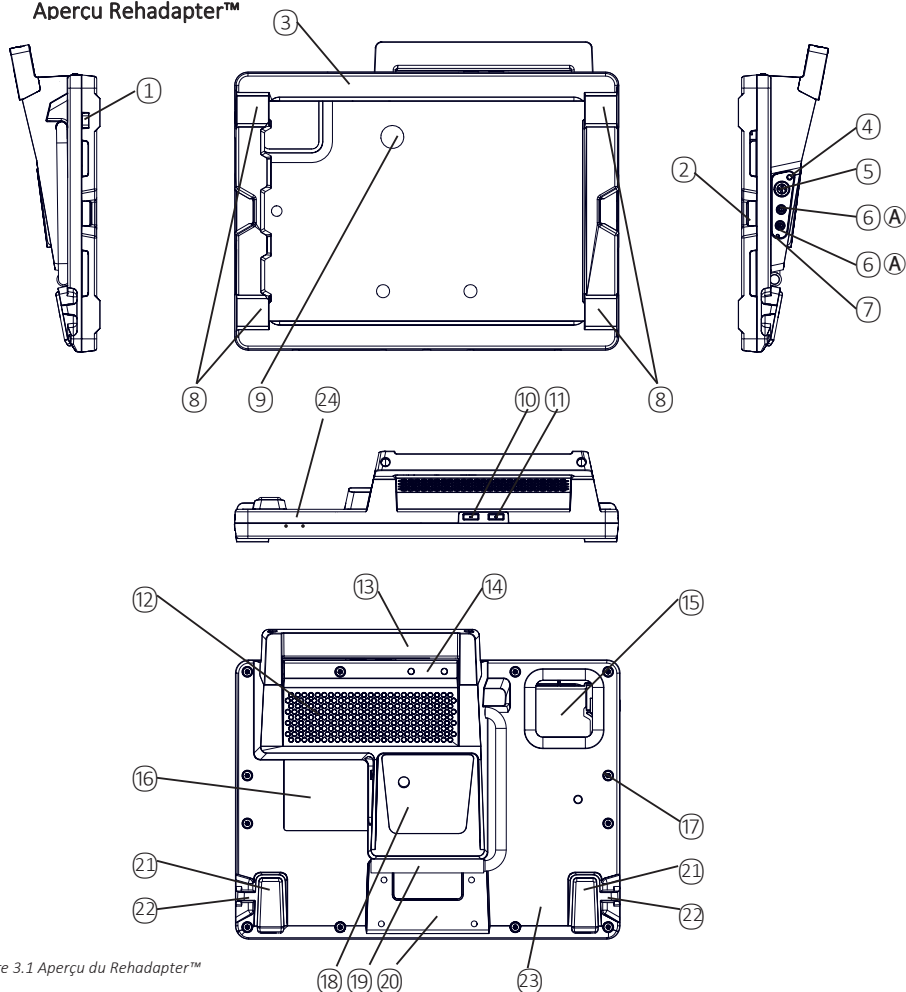

Figure 3.1 Aperçu du Rehadapter™
Pour allumer le Rehadapter™, maintenez enfoncé le bouton d'augmentation du volume ⑪ pendant 3 secondes. (*Fig. 3.1 Aperçu Rehadapter™*).
Pour régler le volume, appuyez sur le bouton de volume respectif (11)/(12) sur la face supérieure du Rehadapter™. (Fig. 3.1 *Aperçu Rehadapter™*).
N'utilisez que l'adaptateur secteur et le câble de charge inclus. Le port de charge magnétique (5) est sur la face arrière du Rehadapter™ (Fig. 3.1 *Aperçu Rehadapter™*).
1. Connectez le câble de charge au port de charge magnétique (5) du Rehadapter™ et à l'adaptateur secteur. Le connecteur magnétique s'ajuste au port en le faisant légèrement tourner.
3. Chargez le Rehadapter™ jusqu'à ce que la batterie soit entièrement chargée. Lorsque la batterie est entièrement chargée, le voyant d'état (4) est bleu fixe.
Vous pouvez connecter jusqu'à deux commutateurs au Rehadapter™. Ils sont fixés aux ports de 3,5 mm (6A) et (6B) sur le boîtier arrière (**Fig. 3.1 Aperçu Rehadapter™**).